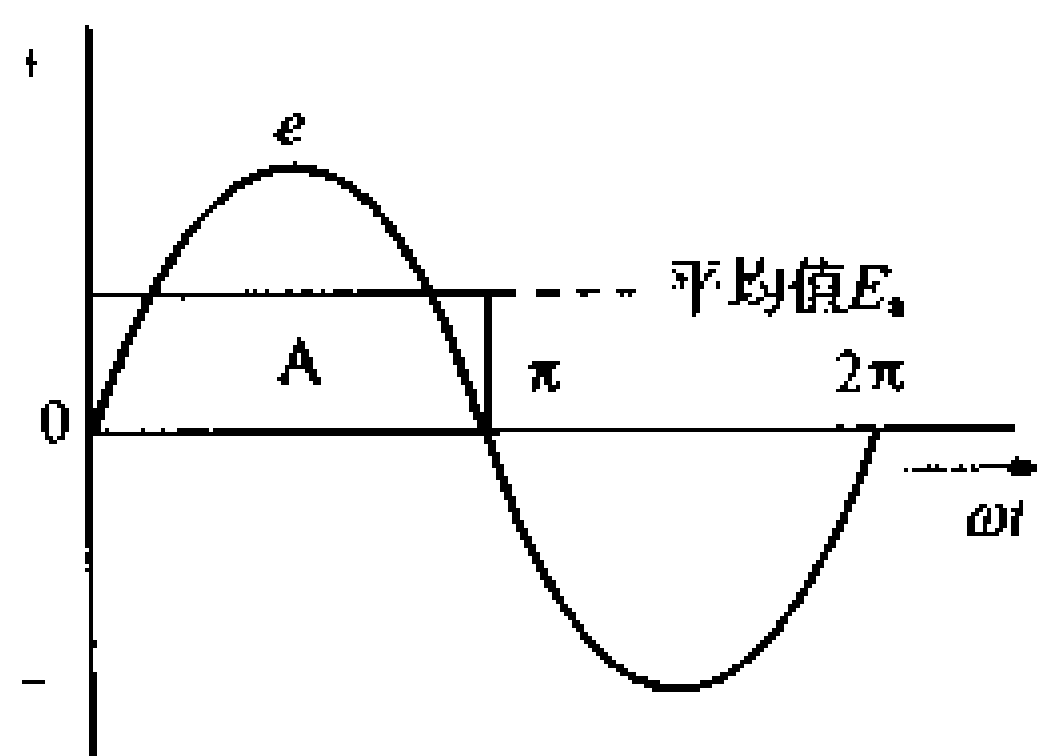

图 1.57 交流电的平均值
**平均值**  $E_a$  是半个周期内瞬时值的平均值,在图 1.57 中可用  $(A \text{ 的面积}) / (\text{半周期})$  求得。在正弦交流电的情况下,平均值  $E_a$  和最大值  $E_m$  有以下的关系: